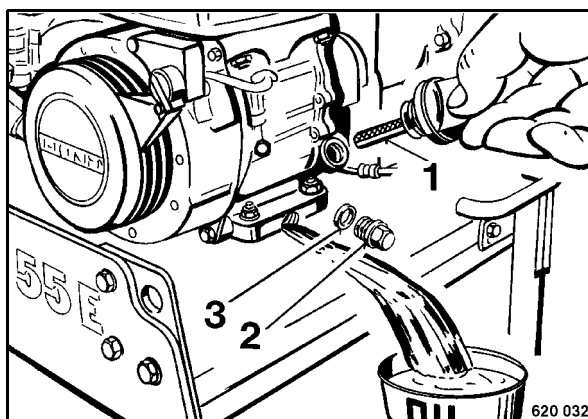

рис. 35
- Вывинтить маслоналивную пробку 1 (рис. 35).
- Вывинтить резьбовую пробку маслосливного отверстия (2), наклонить машину назад, слить и уловить отработанное масло.